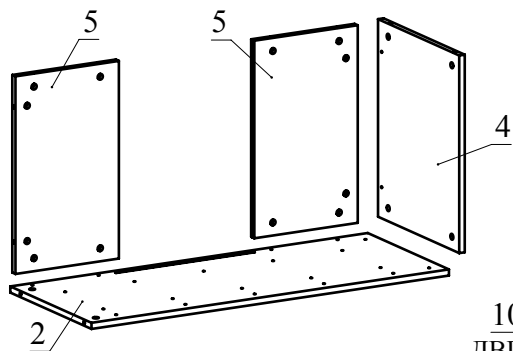

Рис.6
- Соберите сборку согласно рисунку (Рис. 6), затягивая конфирматным ключом головки минификсов по часовой стрелке до упора.